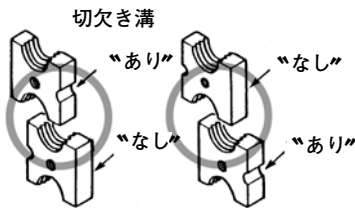

図 17
- ② 刃部の位置を替える際は、カッタ同士の位置関係がありますので、本体の正面から見て、図17のようにカッタ側面の切欠き溝を“あり”と“なし”の関係にします。
- ③ カッタの刃部に欠けや変形が生じ、カッタの取付け面にふくらみがある場合は、ヤスリなどで平らにします。
- ④ ブラケットのカッタ取付け溝内に付着している切粉をブラシなどで取除きます。
(4) 取 付 け……
- ① カッタをブラケットの取付け溝内に入れ、六角穴付ボルトで固定します。
- ② 六角穴付ボルトは、六角棒スパナで十分締付けてください。